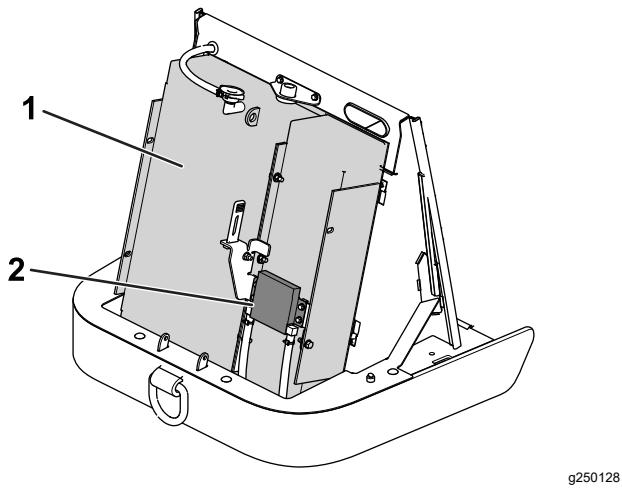

Figura 112
3. Pulite accuratamente l'area del radiatore/refrigeratore del carburante con aria compressa (Figura 112).